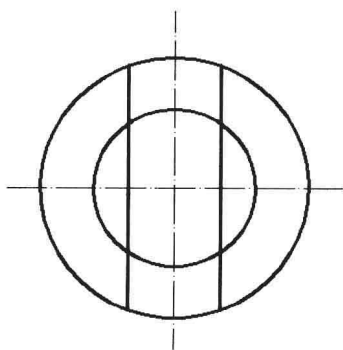
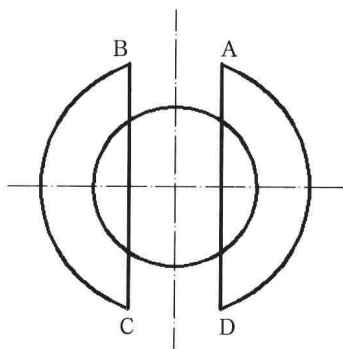

图4-5-24
图4-5-25
(4) 单击“常用”选项卡，在“修改”面板中单击“合并”按钮，或者选择菜单命令“修改/合并”。
(5) 单击需要合并的两条或两条以上的直线，按Enter键，选择的直线合并为一条直线。
(6) 打开素材文件“4-5-7.dwg”，如图4-5-24所示。
(7) 在“修改”面板中单击“打断”按钮，单击需要打断的大圆对象，命令行提示“指定第二个打断点或[第一点 (F)]”，输入“f”，按Enter键，捕捉并单击A点和B点，AB两点之间的圆弧被删除。
(8) 单击“打断”按钮，单击需要打断的圆弧对象，命令行提示“指定第二个打断点或[第一点 (F)]”，输入“f”，按Enter键，捕捉并单击C点和D点，CD圆弧被删除，如图4-5-25所示。